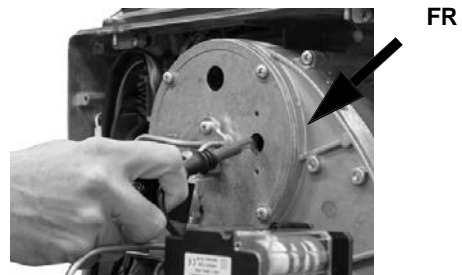

Fig. 42
- Ziehen Sie die Lichtschranke FR aus ihrem Gehäuse (Abb. 42).